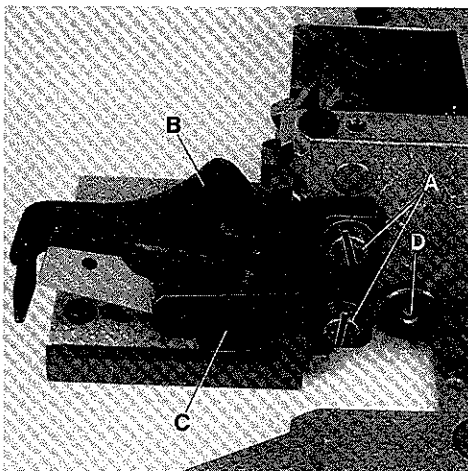
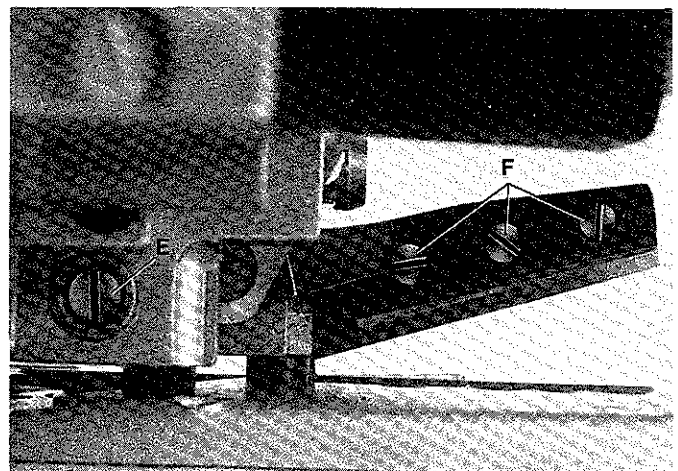
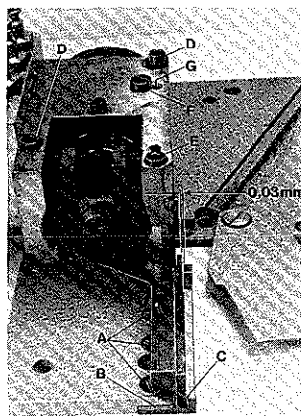

Fig.63
Fig.64
Fig. 66
Loosen screws (A, Fig. 63) and remove the two finger guards (B and C). Loosen screw (D, Figs. 63 and 65) and turn screw (E, Figs. 64 and 65) a few revolutions counterclockwise until the pressure of upper knife against lower knife is released.
Remove the three knife fastening screws (A, Fig. 66) and replace the lower knife.
The cutting edge of lower knife should be flush with the top surface of cloth plate. When assembling a new lower knife two shims (B, Fig. 66) each 0,4 mm (1/64 in.) thick, have to be placed between lower knife and cloth plate. When assembling a resharpened knife one or both shims have to be removed, according to the stock removed while grinding, in order to have the lower knife cutting edge flush with cloth plate top surface. Tighten knife fastening screws.
Release pressure of upper knife against lower knife as described in paragraph "REPLACING THE LOWER KNIFE". Remove the three upper knife fastening screws (F, Fig. 64) and replace the upper knife.
Lösen Sie die Schrauben (A, Fig. 63) und entfernen Sie die beiden Fingerschutzteile (B und C). Lösen Sie die Schraube (D, Fig. 63 und 65) und drehen die Schraube (E, Fig. 64 und 65) einigemal im Gegenuhreiser Sinn bis das Obermesser nicht mehr gegen das Untermesser drückt.
Entfernen Sie die drei Messerbefestigungsschrauben (A, Fig. 66) und tauschen Sie das Untermesser aus.
Die Schneide des Untermessers muß auf gleicher Höhe mit der Stoffplattenoberfläche stehen. Beim Einbau eines neuen Untermessers werden zwei je 0,4 mm dicke Unterlegbleche (B, Fig. 66) zwischen Untermesser und Stoffplatte gelegt. Beim Einbau nachgeschärfter Messer müssen, entsprechend dem abgeschliffenen Material, ein oder beide Unterlegbleche entfernt werden, damit die Untermesserschneide auf gleicher Höhe mit der Stoffplattenoberfläche ist. Ziehen Sie die Messerbefestigungsschrauben an.
Nehmen Sie den Druck vom Obermesser wie im Absatz "AUSWECHSELN DES UNTERMESSERS" beschrieben. Entfernen Sie die drei Obermesser-Befestigungsschrauben (F, Fig. 64) und tauschen Sie das Obermesser aus.
Retighten screws (F). Press upper knife lever with upper knife in its down position. Cutting edges of upper and lower knife should overlap approx. 0,5 mm (.020 in.) at the knife tips (C, Fig. 66). For this adjustment, the upper knife fastening screws (F, Fig. 64) can be relocated a little bit up or down in the holes of the upper knife lever.
Release pressure of upper knife against lower knife as described in paragraph "REPLACING THE LOWER KNIFE". Loosen screws (D, Fig. 66) slightly, and keep screw (E) securely tightened. Press upper knife lever in its down position.
Remove screw (F, Fig. 66) and rotate eccentric rod (G) so that the upper and lower knife contact each other at the knife tips (C), and at the lower knife pilot arises a distance of 0,03 mm (.0012 in.) (see Fig. 66).
Make sure that eccentric rod (G, Fig. 66) does not turn while tightening screws (D) and turning in screw (F).
Turn screw (E, Figs. 64 and 65) clockwise until the upper knife exerts a markable pressure against lower knife. Lock screw (E, Figs. 64 and 65) with screw (D) and make cutting tests with air pressure. If required, the upper knife pressure should be slightly increased or the shear angle slightly enlarged.
Ziehen Sie die Befestigungsschrauben (F) wieder an. Drücken Sie den Obermesserhebel mit dem Obermesser in die untere Stellung. Ober- und Untermesser sollen sich an den Messerspitzen (C, Fig. 66) etwa 0,5 mm überlappen. Die Obermesser-Befestigungsschrauben (F, Fig. 64) lassen sich für diese Einstellung in den Bohrungen etwas nach oben oder unten verlagern.
Lösen Sie die Schrauben (D, Fig. 66) leicht, die Schraube (E) muß fest angezogen bleiben. Drücken Sie den Obermesserhebel in die unterste Stellung.
Entfernen Sie die Schraube (F, Fig. 66) und drehen Sie den Exzenterbolzen (G) so, daß sich Ober- und Untermesser an der Spitze (C) berühren und am Untermesser-Führungszapfen ein Abstand von etwa 0,03 mm entsteht (siehe Fig. 66). Ziehen Sie die beiden Schrauben (D) wieder an und schrauben Sie die Schraube (F) wieder an.
Achten Sie darauf, daß sich der Exzenterbolzen (G, Fig. 66) beim Anziehen der Schrauben (D) und Einschrauben der Schraube (F) nicht verdreht.
Drehen Sie die Schraube (E, Fig. 64 und 65) im Uhrzeigersinn bis das Obermesser einen gut spürbaren Druck gegen das Untermesser ausübt. Kontern Sie die Schraube (E, Fig. 64 und 65) mit der Schraube (D) und machen Sie Schneidproben mit Druckluftantrieb. Bei Bedarf muß der Obermesserdruck etwas erhöht oder der Scherwinkel etwas vergrößert werden.